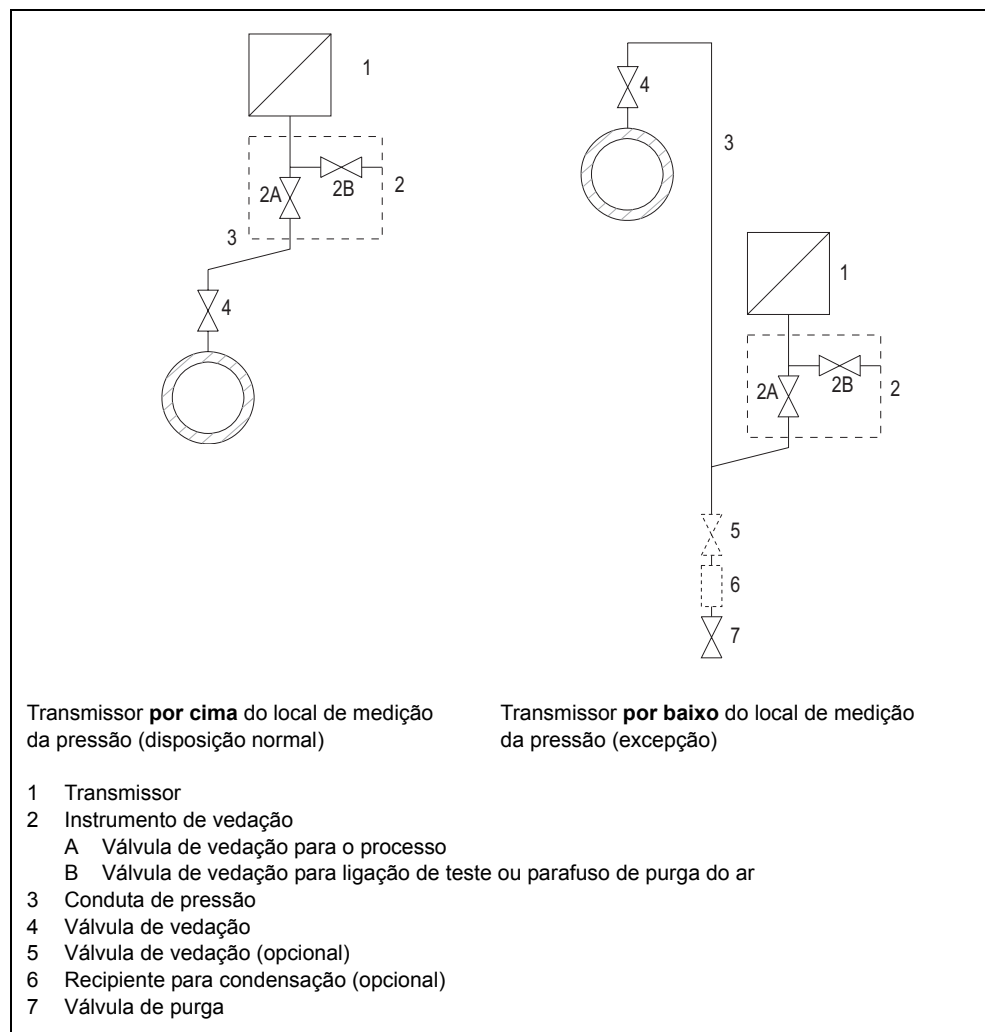

Figura 53 Medição de gases
Uma operação incorrecta ou imprópria dos instrumentos de vedação (Figura 53, pág. 97 seguintes) pode causar lesões corporais graves ou elevados danos materiais.
1. Abre a válvula de vedação (Figura 53, 2B).
2. Aplique a pressão correspondente ao início da medição no transmissor através da ligação de teste do instrumento de vedação (2).
5. Abre a válvula de vedação (4) no bocal de medição da pressão.